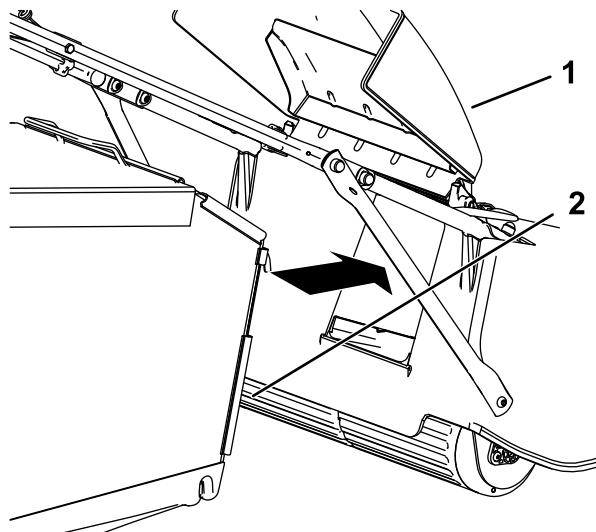

Figura 20
3. Enganche la bolsa en su posición (Figura 20).